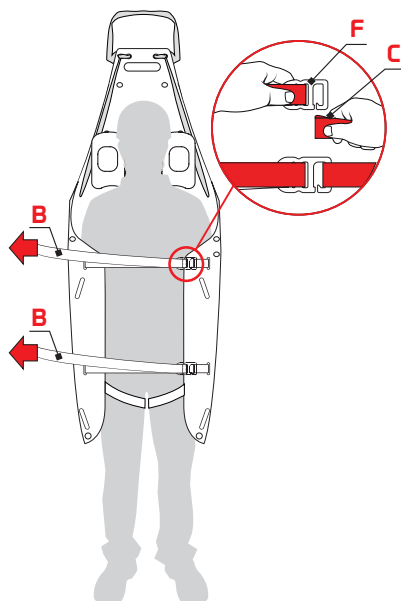

Fig.16
- b) introduzca las hebillas con gancho (F) en las correspondientes cintas con ojal (C) y tense las cintas (B) para elevar las partes laterales de la superficie de apoyo (A) en la medida necesaria para contener al paciente (fig. 16).